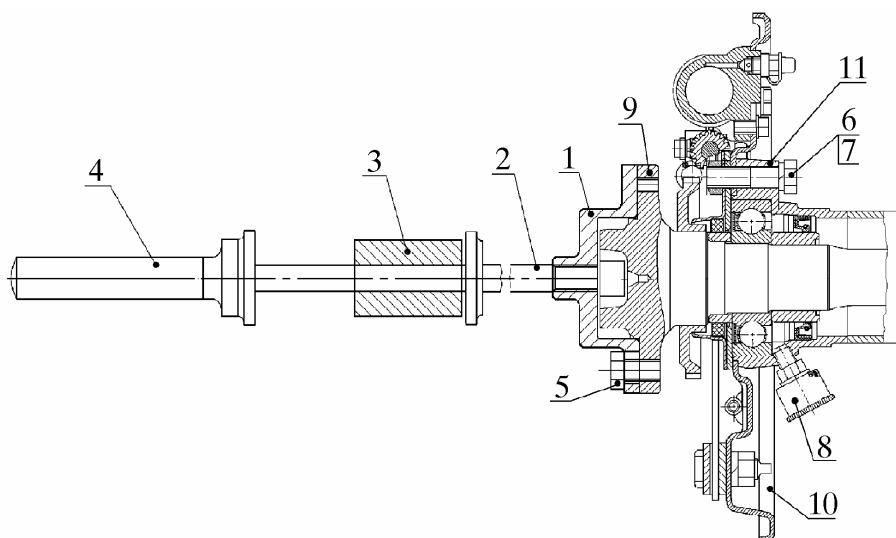
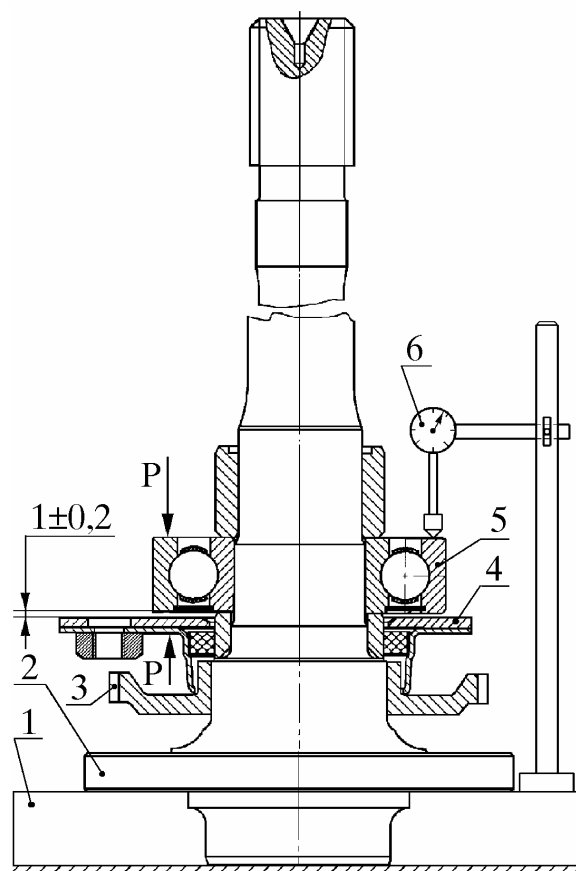

Рис. 2. Выпрессовка полуоси съемником 6999-7947:
Рис. 3. Проверка зазора в подшипнике полуоси:
3.2. Съёмник 6999-7947 - для выпрессовки полуоси из моста, (рис. 2).
3.3. Приспособление технологическое - для установки полуоси в вертикальном положении, (рис. 3) .
4.3.1. Вывинтить четыре болта 6 (рис. 2) крепления заднего тормозного механизма 10 к фланцу 11 кожуха полуоси с левой стороны моста и снять болты с шайбами 7
Установить полуось 2 (рис. 3) в сборе вертикально в приспособление 1. Установить индикатор 6, как показано на рис. 2. Опустить пластину 4 с корпусом наружного сальника подшипника полуоси вниз до получения зазора от 0,8 до 1,2 мм между пластиной и наружным кольцом подшипника 5.